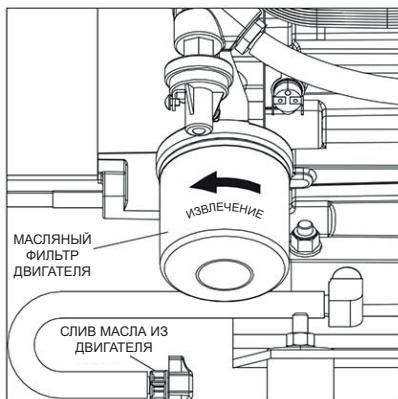

Рисунок 4-2: Расположение масляного фильтра и слива
- Слив масло, извлеките старый масляный фильтр, повернув его против часовой стрелки. Расположение фильтра см. на Рисунок 4-2.